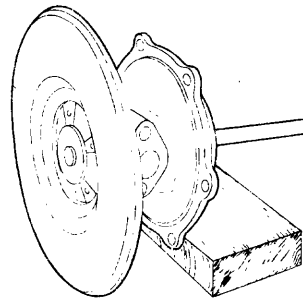

Fig. 3
- c Retire la arandela de tope (fig. 3).